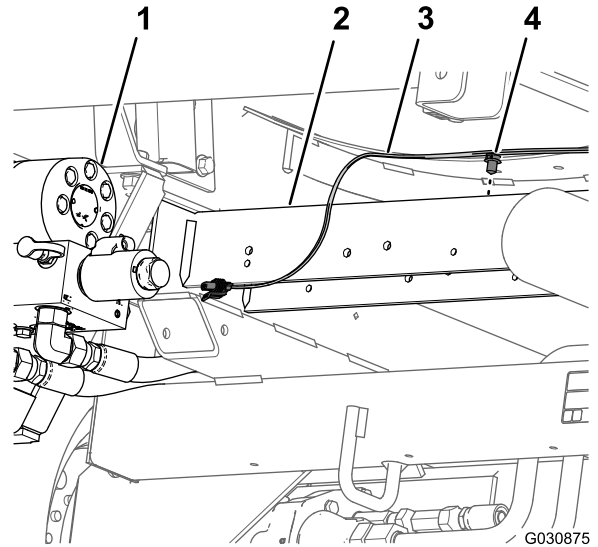

Bild 26
6. Entfernen Sie die Einsteckbefestigung, mit der der hintere Kabelbaum (Bild 26) in den Löchern im hinteren Querrohr (hinter den Hydraulikantriebsmotoren) befestigt ist.